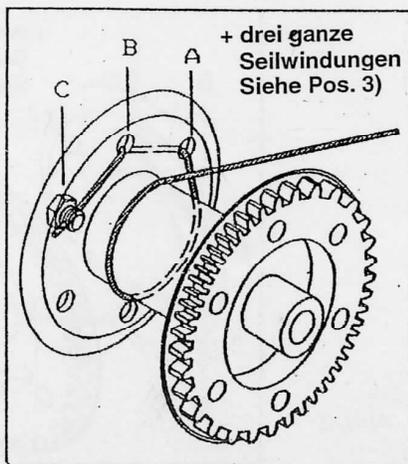

Abb. 1
5.3a Betrifft: LHW-C-800, LHW-C-1200, LHW-C-1800: Seilabgang oben: (siehe Abbildung 1)